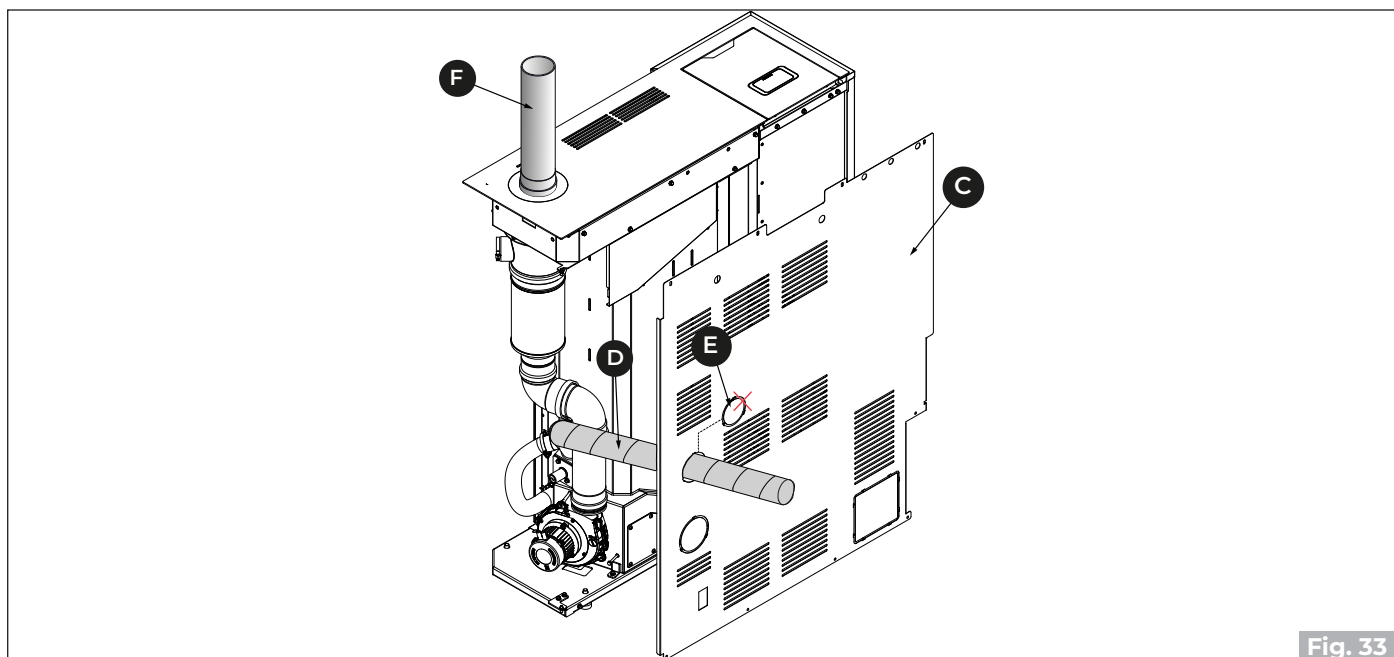

Fig. 33
- Raccorder le tube d'évacuation de la fumée (**F**) («**Fig. 33**»)